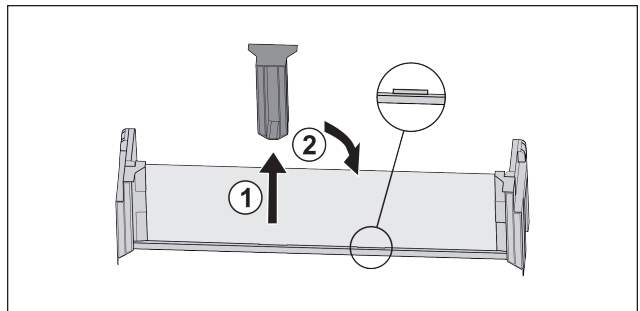

Fig. 83\*
- ▶ Изтеглете средната задържаща част Fig. 83 (1).\*
- ▶ Вкарайте средната задържаща част на втората позиция Fig. 83 (2).\*